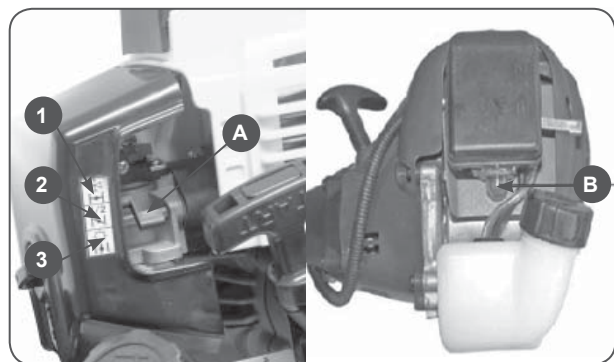

Рис.9
Установите рычаг воздушной заслонки (A) в положение(1) Рис.9. Нажмите на праймер (B) 8-10 раз до появления в нем топлива.
После первой вспышки переведите рычаг воздушной заслонки в среднее положение(2) Рис.9 и произведите резкий рывок за ручку стартера 2-3 раза. Двигатель должен запуститься.
После запуска отпустите стопорный рычаг и курок газа и прогрейте двигатель в течение 30 секунд (рычаг воздушной заслонки находится в положении 2), затем переведите рычаг заслонки в положение(1) Рис.9.
Заслонку при запуске установите в положение(3) Рис.9.